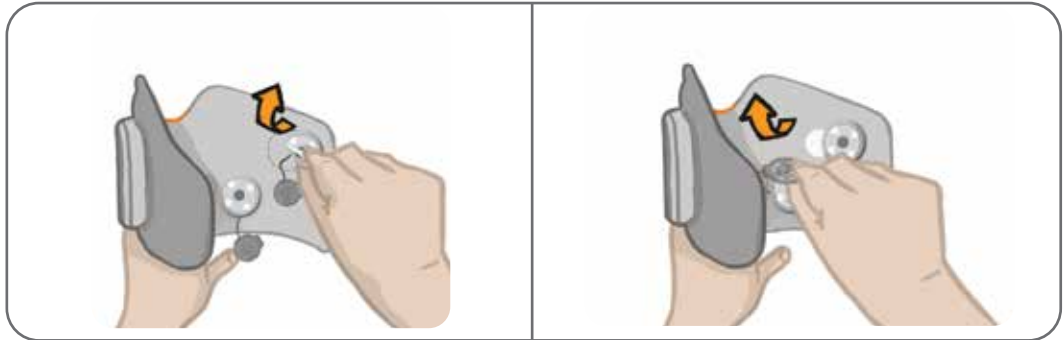

Figure 8-7 : Fixation des nouvelles bases d'électrodes (à gauche)
5. Posez les nouvelles bases d'électrodes à l'emplacement des bases précédentes. Reportez-vous à la figure 8-7.
6. Connectez les pressions des bases d'électrodes aux prises. Reportez-vous à la figure 8-7.